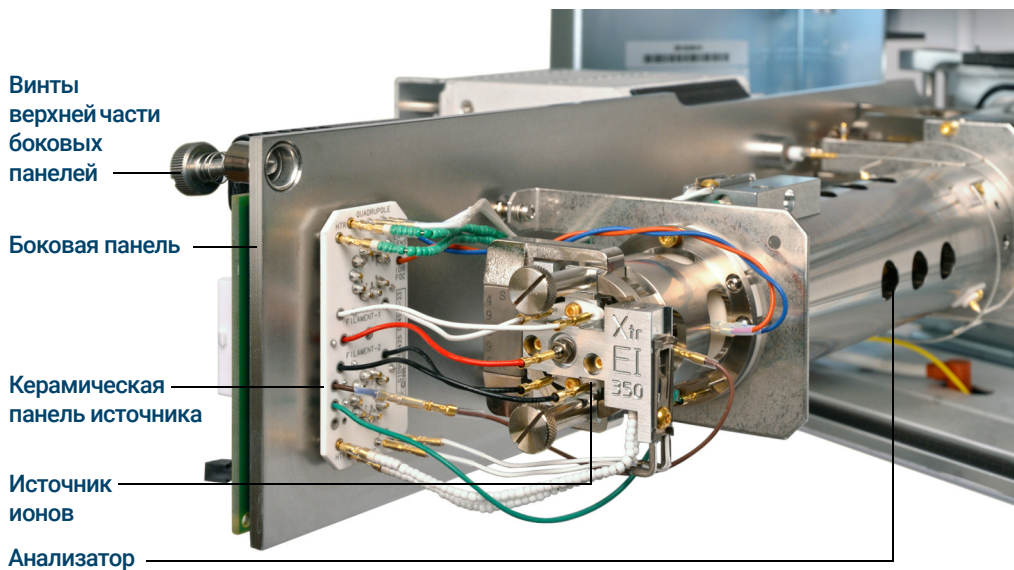

Рис. 48. Камера анализатора для МСД модели Inert+
- 3 Ослабьте винты боковой панели анализатора, если они затянуты. (См. **Рис. 48** на стр. 166.)